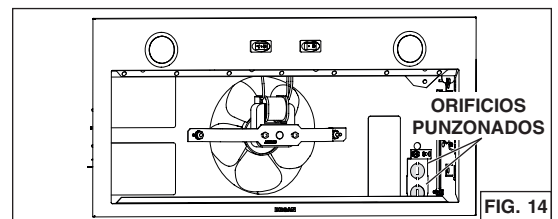

FIG. 14
4. Perfore **uno** de los dos orificios punzonados (en gris en FIG. 14).